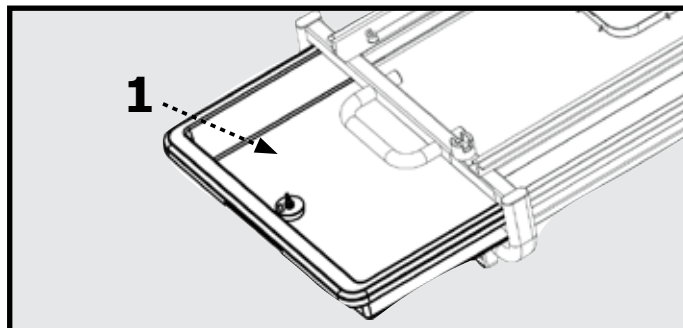

Figura 5
Inserte la bandeja de agua (1) deslizándola en la unidad central (2) como se muestra en la Figura 5.